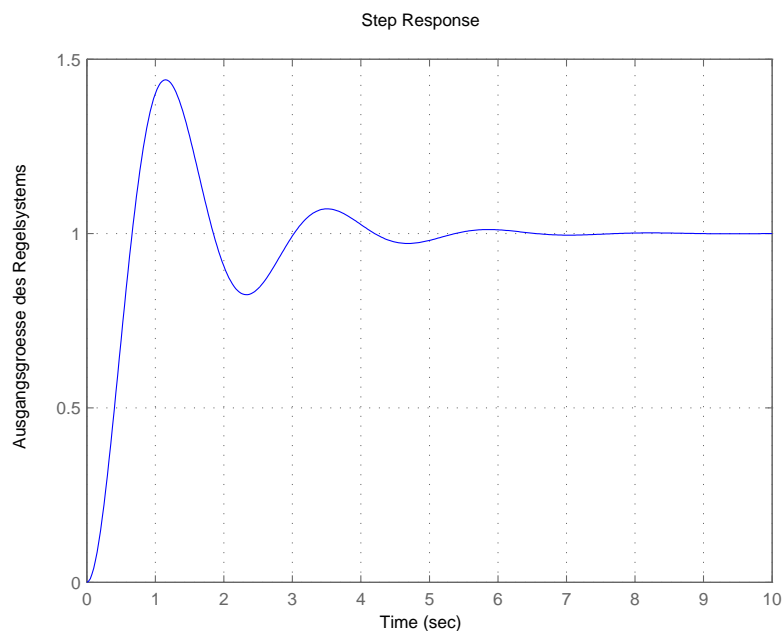

Abbildung 3: Sprungantwort mit Regler nach Ziegler-Nichols
b) Die Sprungantwort des resultierenden Systems ist in Abbildung 3 zu sehen.